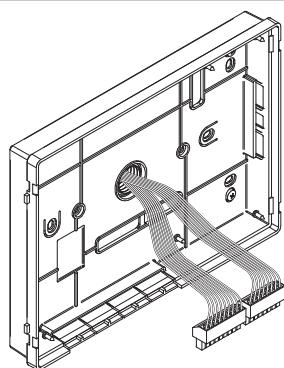
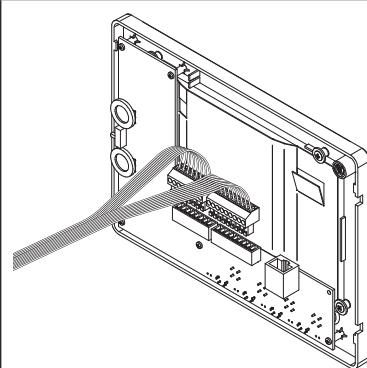

Fig. 5
Fig. 6
- Come mostrato in **Fig. 5**, eseguire il collegamento dei conduttori alle morsettiera mobili secondo lo schema fornito a corredo. Collegare le morsettiera all'elettronica ancorata al coperchio del videocitofono come mostrato in **Fig. 6** e procedere al test dell'impianto prima di chiudere il videocitofono: i trimmer di regolazione del contrasto e saturazione immagine sono accessibili solo a videocitofono aperto. Per attivare il display e vedere i cambiamenti usare la funzione "Auto-accensione" premendo il pulsante **3**. **N.B. durante il collaudo è necessario sostenere manualmente il peso del coperchio.**